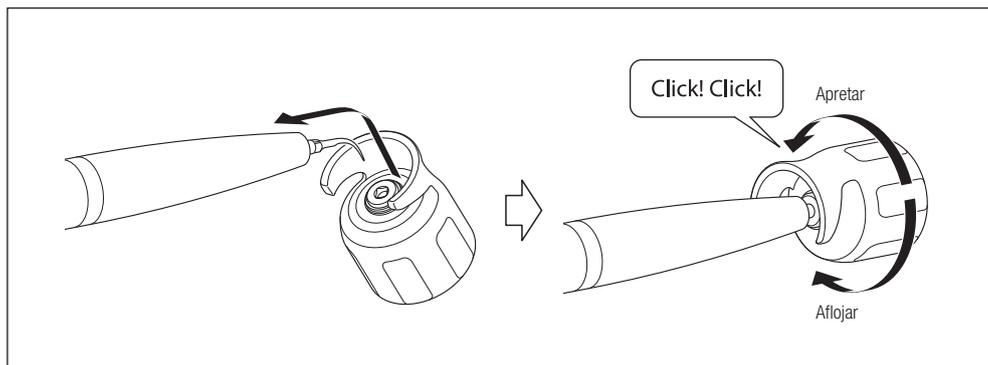

Fig. 16
- 3) Haga coincidir la forma cuadrada de la punta con el orificio de la llave para punta (CR-10) y, a continuación, inserte la punta en el orificio. Gire la llave hasta que haga clic y ya no pueda girar más. Durante este procedimiento, sostenga la pieza de mano de manera que el cable de pieza de mano no apantallado no se retuerza. Para quitar la punta, gire la llave en la dirección de la flecha "Aflojar" (Fig. 16).